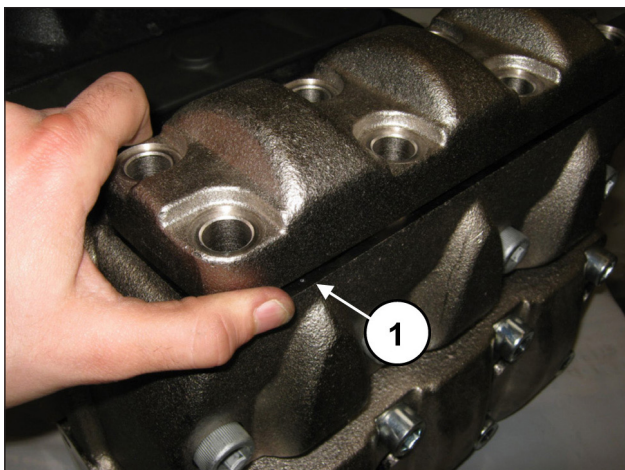
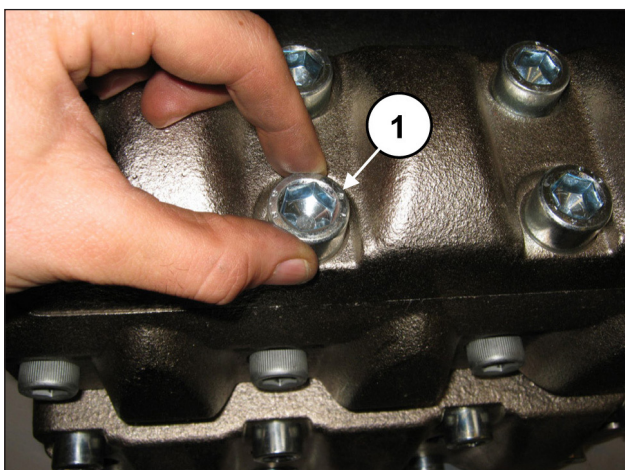

Fig. 159
Fig. 160
Après avoir monté les groupes soupape de refoulement, poser le couvercle des soupapes de refoulement (rep. ①, Fig. 159) et serrer les 8 vis M16x45 (rep. ①, Fig. 160).